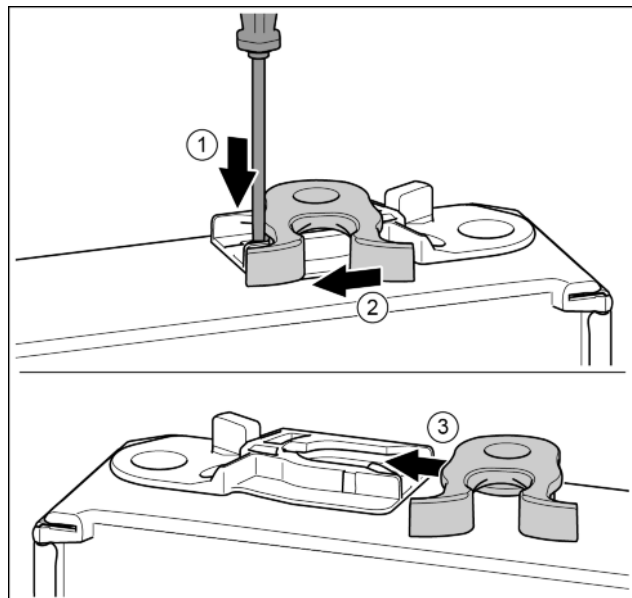

Fig. 18
- Pousser vers le bas la languette avec un tournevis plat. Fig. 18 (1)
- Tirer le crochet de fermeture en dehors du guide. Fig. 18 (2)
- Pousser le crochet de fermeture dans le guide de l'autre côté. Fig. 18 (3)